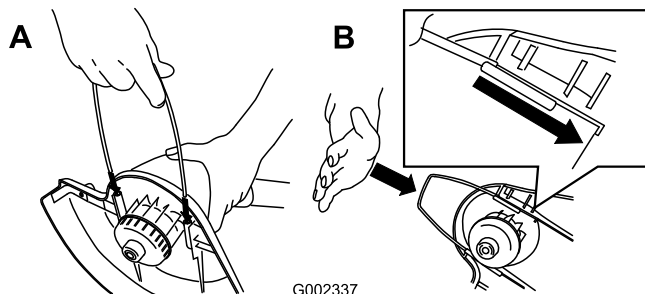

Figura 3
4. Montate il guidocavo metallico (Figura 3) (solo modello 51348).